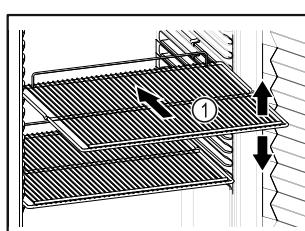

Fig. 62 Príklad zobrazenia
- Ak sa dajú odkladacie rošty Fig. 62 (1) premiestniť, prispôsobte výšku.